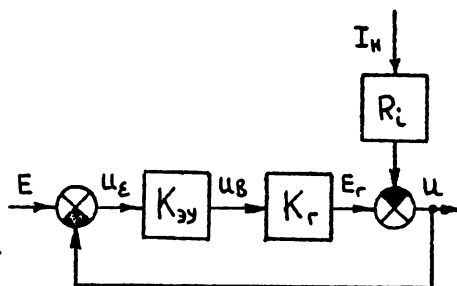

Рис. I2
18. Структурная схема системы автоматического регулирования напряжения генератора изображена на рис. I2. В схеме имеется электронный усилитель, коэффициент усиления которого может принимать значения $K_{эу} = 2; 5; 10$. Для $E = 8 \text{ В}$, $K_T = 2$, $R_L = 1 \text{ Ом}$ и разных значений $K_{эу}$ рассчитайте и постройте графики зависимости от тока нагрузки I_H :